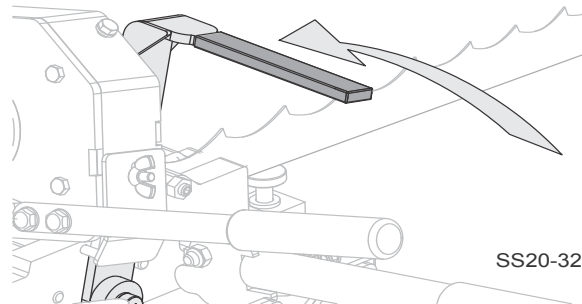

FIG. 3-8
- Serrez les écrous de réglage pour maintenir la goupille du cliquet-poussoir dans cette position. Vous pouvez procéder à de petits ajustements du cliquet-poussoir en déplaçant simplement l'écrou latéral de la meuleuse ; pour des ajustements plus importants, vous devrez desserrer l'écrou de blocage sur le côté extérieur. Avancez une dent en déplaçant la poignée du cliquet-poussoir vers la gauche et vers la droite. Voir fig. 3-8